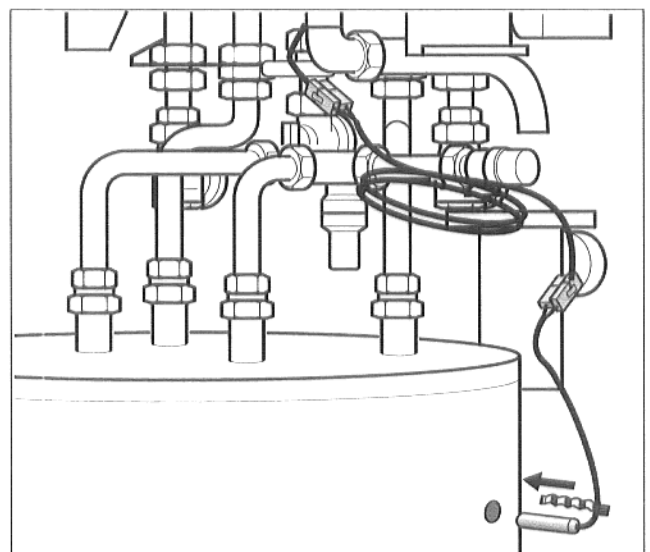

Abb. 11 Brauchwassertemperaturfühler
- Verlängerungsleitung (3 m) an den freien Anschlußstecker im Kessel einstecken und mit der Brauchwassertemperaturfühlerleitung verbinden (Abb. 11).